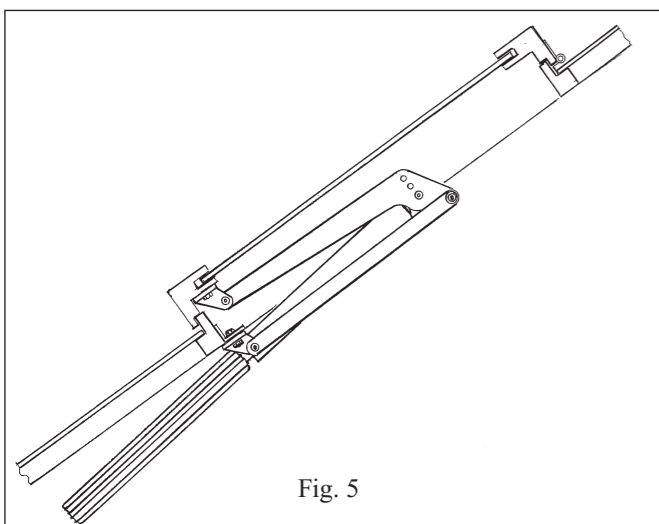

Fig. 5
- 1 Firstly you will have to choose in which direction you want the spring/shockabsorber – and later the cylinder- to face (see fig. 5+6). If it does not by delivery face in the desired direction, then you yourself can undo it and turn it a  $180^{\circ}$  (see fig. 2 + 3 + 4) before refastening it.
- 4 Turn the reliefbolt (relieves the springload during installation) until the arms all by themselves stay in the desired position for being fastened. Now the brackets can be fastened to the frame and the sill (see fig. 5 + 6), while the window or the lid is kept closed. Notice : the arms closest to the window should be parallel to it (see fig 5 + 6).
- 1 Zuerst ist zu entscheiden, in welche Richtung Feder/Stoßdämpfer und damit später auch der Zylinder wirken sollen (siehe Abb. 5+6). Ist die Feder auf der falschen Seite vormontiert, kann sie ausgebaut und um  $180^{\circ}$  gedreht eingebaut werden (Siehe Abb. 2+3+4).
- 4 Die Schraube zur Zugentlastung so weit schrauben bis sich die Arme in der gewünschten Position befinden. Die Befestigungsbeschläge jetzt bei geschlossenem/r Fenster/Klappe mit den Schrauben am Rahmen und Blendrahmen befestigen (siehe Abb. 5+6). Achten Sie darauf, dass die dem Fenster am nächsten liegenden Arme parallel zum Fenster stehen (siehe Abb. 5+6).
- 1 Choisissez tout d'abord la position désirée du ressort / amortisseur. Notez que cela déterminera également la position du cylindre. (Voir fig. 5+6) Si l'amortisseur n'est pas initialement dans le bon sens, vous pouvez le dévisser et le remonter en le tournant à  $180^{\circ}$  (voir fig. 3+3+4).
- 4 Utiliser la vis de compression (qui comprime l'amortisseur) en tournant jusqu'à l'obtention de l'angle d'ouverture idéal des bras du dispositif. Visser alors les attaches de fixation dans le châssis ou le cadre (voir fig.5+6).
- 1 Man skal først vælge til hvilken side man ønsker lukkefjederen / støddæmperen -og dermed senere cylinderen- skal vende (se fig. 5+6). Vender lukkefjederen ikke rigtigt ved leveringen kan den løsnes og drejes  $180^{\circ}$  (se fig. 2+3+4).
- 4 Aflastningsskruen (der aflaster fjedertrykket) drejes indtil armene af sig selv står i den ønskede position. Fastgørelsesbeslagene skrues nu fast til karm og ramme (se fig. 5+6), medens vinduet/klappen er lukket. Bemærk at de arme der er nærmest vinduet bør sidde parallelt med vinduet (se fig 5+6).